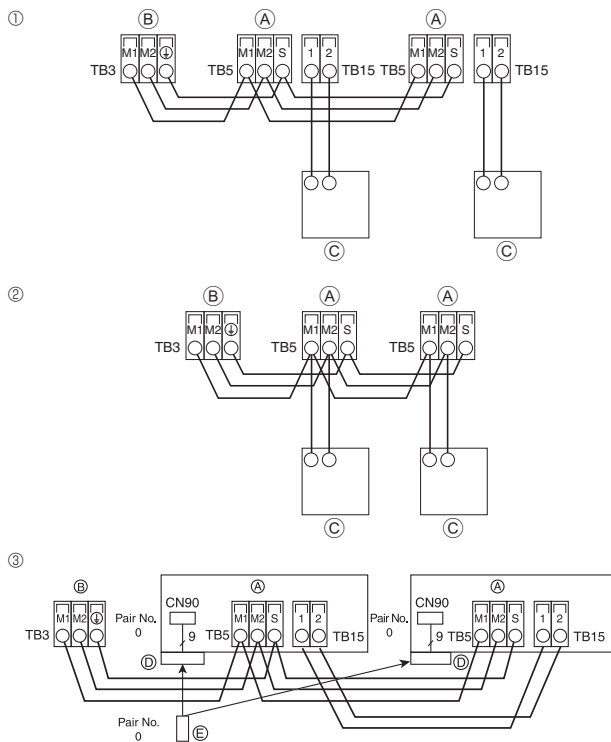
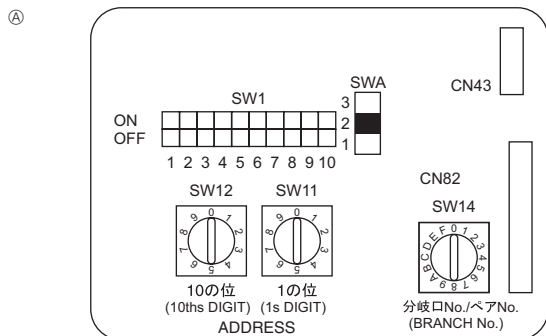

Fig. 6-3
Fig. 6-4
6.4. Anschluss der Fernbedienungs-, Innen- und Außenübertragungskabel (Fig. 6-3)
- ① MA-Fernbedienung
- ② M-NET-Fernbedienung
- ③ Kabellose Fernbedienung (bei Installation des kabellosen Signalempfängers)
6.5. Adressen einsetzen (Fig. 6-4)